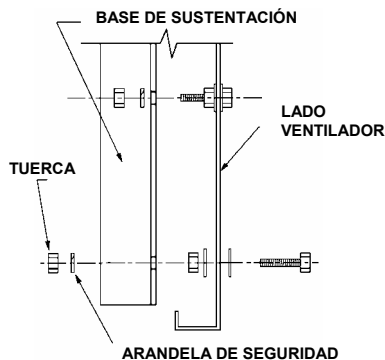

Figura 21 - Instalación de la Base de Sustentación
2. Fije la base a la unidad con tuercas y arandelas de seguridad. (Ver figura 21).